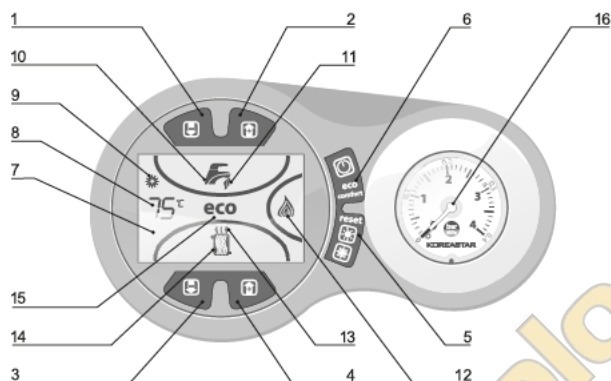

Рис. 2 Общий вид панели управления
- Нажмите кнопку включения (см. рис. 2 поз. 6) и удерживайте ее, пока котел не включится;
С помощью кнопок регулировки температуры ОВ (см. рис. 2 поз. 3 и 4) можно изменить температуру с минимальной 30 °С до максимальной 85 °С. Не рекомендуется настраивать котёл на работу при температуре ниже 45 °С.
С помощью кнопок регулировки температуры ГВС (см. рис. 2 поз. 1 и 2) можно изменить температуру с минимальной 35 °С до максимальной 55 °С.
С помощью кнопки выбора режимов Лето/Зима (см. рис. 2 поз. 5) включите или выключите соответствующий режим.
На дисплее загорится или погаснет символ индикации летнего режима (см. рис. 2 поз. 9).
Котёл обеспечивает высокую скорость нагрева ГВС и максимальный комфорт. В режиме «COMFORT» котёл постоянно поддерживает установленную пользователем температуру горячей хозяйственной воды, позволяя тем самым сократить время ожидания после открытия крана водозабора до минимума. Данное устройство может быть отключено пользователем нажатием на кнопку ECO/COMFORT (см. рис. 2 поз. 6).
Для включения режима «COMFORT» нажмите кнопку ECO/COMFORT (см. рис. 2 поз. 6) при этом на дисплее погаснет символ «ECO» (см. рис. 2 поз. 15).
Давление в системе ОВ контролируется по показаниям манометра, расположенного на передней панели котла (см. рис. 2 поз. 16).